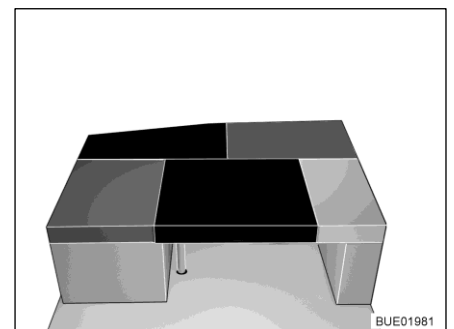

Bild 155 Nach dem Umbau
- Das rechteckige Zusatzpolster auf den Tisch legen (zwischen das Sitzpolster und das Rückenpolster des Seitensitzes, siehe Bild 155).